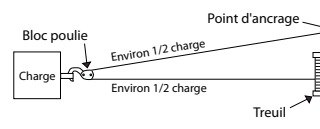

Figure 5
2. IL EST RECOMMANDÉ, POUR LES CHARGES LES PLUS IMPORTANTES, D'UTILISER UN ENSEMBLE MOUFLE / CROCHET POUR DÉDOUBLER LE CÂBLE MÉTALLIQUE (voir Figure 5). Cela réduit de moitié environ la charge exercée sur le treuil et l'effort auquel est soumis le câble métallique. Ne raccrochez pas au treuil. Raccrochez toujours le crochet à un point suffisamment solide pour supporter la charge.